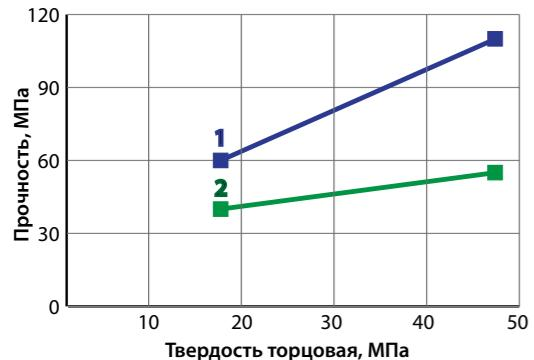

Рис. 2. Взаимосвязь торцовой твердости с пределами прочности древесины при изгибе (1) и сжатии вдоль волокон (2) для отечественных пород
2. Твердость древесины также показывает хорошую взаимосвязь с пределами прочности (рис. 2). Уравнения связи твердости с плотностью имеют следующий вид: